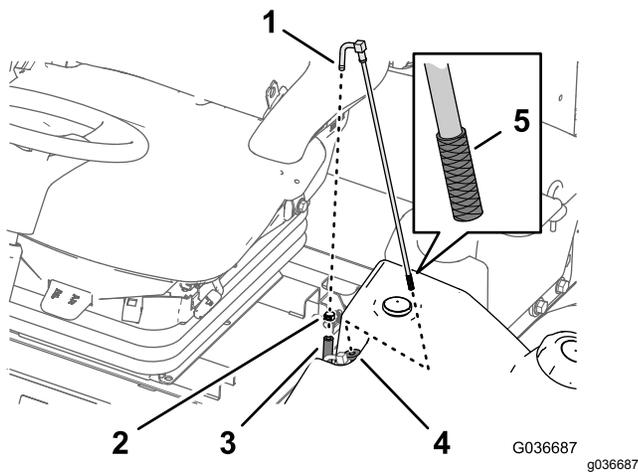

Bild 91
1. Entfernen Sie die Schlauchklemme, mit der der Kraftstoffzulaufschlauch am Anschlussstück des Kraftstoffansaugschlauchs befestigt ist (**Bild 91**).
2. Schließen Sie den Schlauch vom Anschlussstück ab (Bild 91).
3. Nehmen Sie den Kraftstoffansaugschlauch vom Kraftstofftank ab (Bild 91).
4. Reinigen Sie das Sieb am Ende des Kraftstoffansaugschlauchs (Bild 91).
5. Stecken Sie den Kraftstoffansaugschlauch durch die Gummibüchse in den Kraftstofftank (Bild 91).